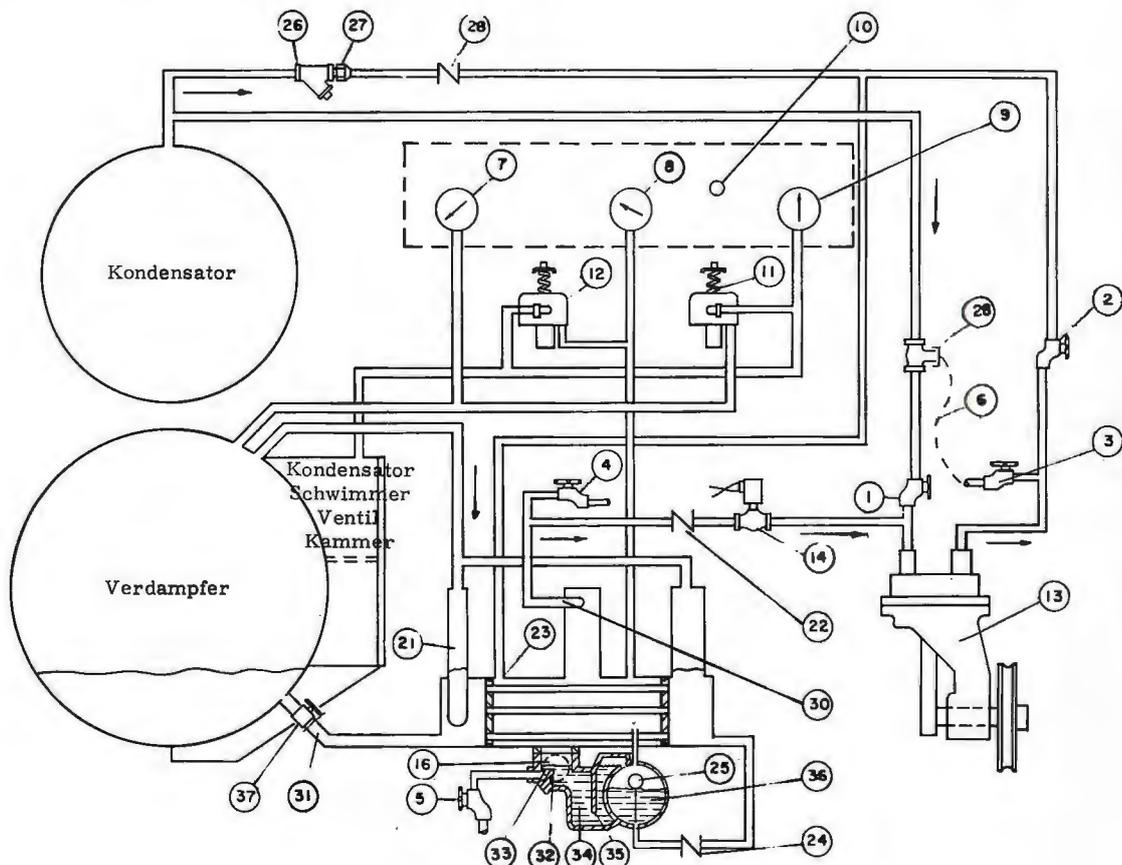

Abbildung 5-1 - Entlüftungskreislauf für R-11 und R-113
Wie in Abbildung 5-1 gezeigt wird, strömen nicht kondensierbare Gase zusammen mit Wasserdampf und Kältemitteldampf durch einen Filter (26), eine Blende (27) und eine Rückschlagklappe (28) in die Kondensationskammer (23). Diese enthält ein kleines Rohrbündel, welches durch die Leitung (31) mit Kältemittel gespeist wird. Der Oberflächenspiegel des Kältemittels im Rohrbündel wird durch den Spiegel im Kühler gehalten.
Die Teile der Entlüftungseinheit werden nachfolgend aufgezählt. Jeder Teil kann mittels seiner Nummer im Kreislaufschema (Abb. 5-1, 5-2, 5-3) ermittelt werden. Die Nummern des Kreislaufschemas stimmen mit denen der Konsolansicht überein. Dies vereinfacht das Auffinden der gewünschten Teile in der wirklichen Entlüftungseinheit.